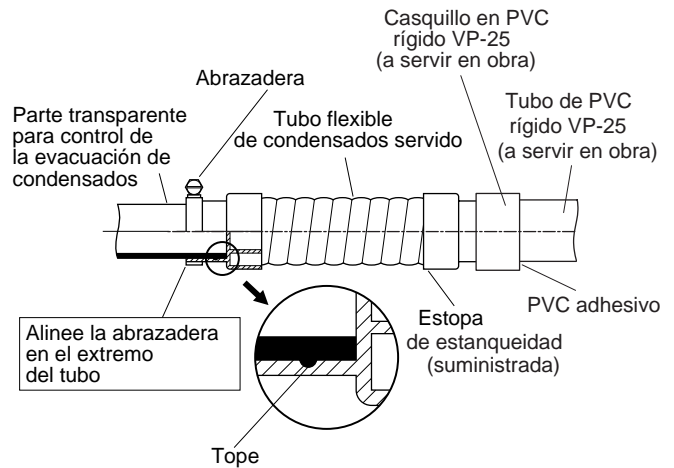

Fig. 3-37
1. Prepare un tubo de PVC (no servido) rígido estándar (diámetro exterior 32 mm) para condensados y utilice el tubo de condensados así como la abrazadera suministrado para evitar las fugas de agua. El tubo transparente de la unidad permite controlar el flujo de los condensados. (Fig. 3-37)
- Alinee las abrazaderas en el extremo del tubo. Apriete firmemente la abrazadera. Compruebe que el tope no está cubierto por la abrazadera. (Fig. 3-37)
Apriete las abrazaderas de forma que sus tuercas de bloqueo estén orientadas hacia arriba. (Fig. 3-37)